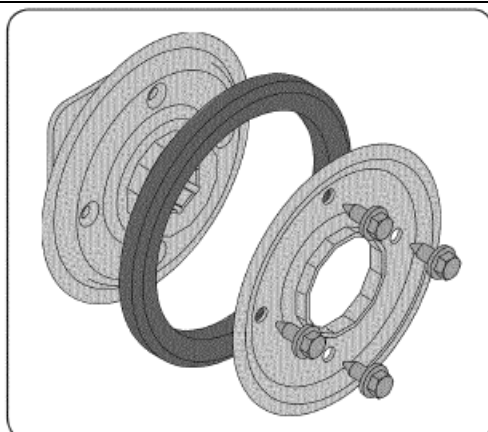

Рис. 34
1. Отверните четыре болта, которые фиксируют фрикцион плоскостями двух плат. См. Рис. 34